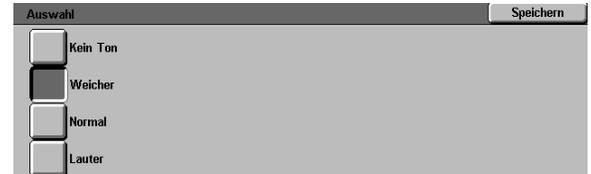

Abb. 41: Akustische Signale
- Für andere Optionen (s. Abb. 41) **Kein Ton**, **Leise**, **Normal** oder **Laut** betätigen.